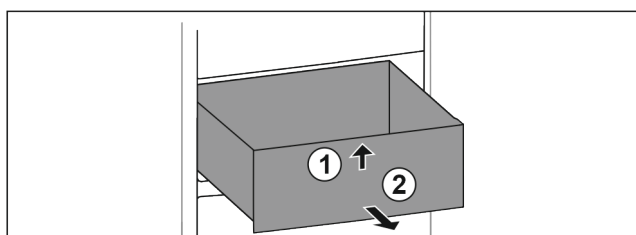

Fig. 62
- ▶ Podignite ladicu sprijeda. Fig. 62 (1)
- ▶ Izvadite ladicu prema naprijed. Fig. 62 (2)